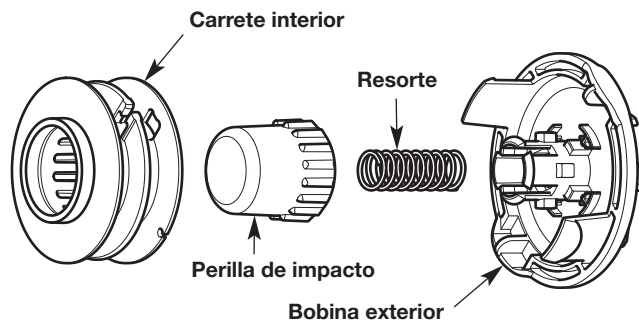

Fig. 20
3. Retire el carrete interior y la perilla de impacto (Fig. 20).
4. Retire la perilla de impacto del carrete interior (Fig. 20).
5. Quite el resorte (Fig. 20).